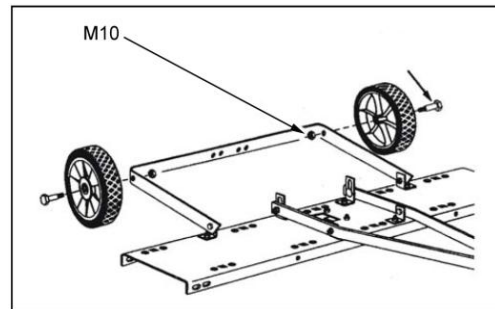

Rysunek 4
5. Zamontuj przednią część ramion za pomocą dwóch bolców (M8x30) i nakrętek zabezpieczających (M8). Zamontuj złącze na ramionach za pomocą dwóch bolców (M8x50) i dwóch nakrętek zabezpieczających (M8). Nie dokręcaj do końca. Wsadź przetyczkę w złącze. Zabezpiecz je za pomocą zawlecзки sprężynowej. Patrz rysunek 4.